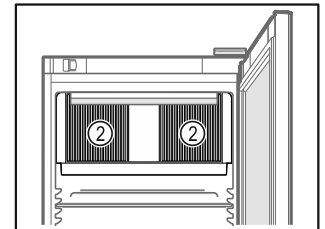

Fig. 53
- Mbani të lira kanalet e ajrimit Fig. 53 (2) të ventilatorit të qarkullimit të ajrit në hapësirën e brendshme.